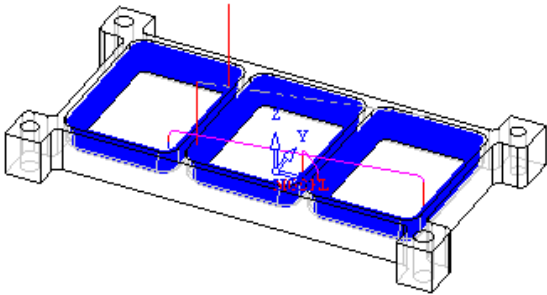

图 5-69 生成的刀具路径（2）
6) 计算刀具路径。完成参数设置后，单击“NC Process Manager”对话框中的保存并计算按钮，运算当前加工程序；此时图形区显示的刀具路径如图 5-69 所示。